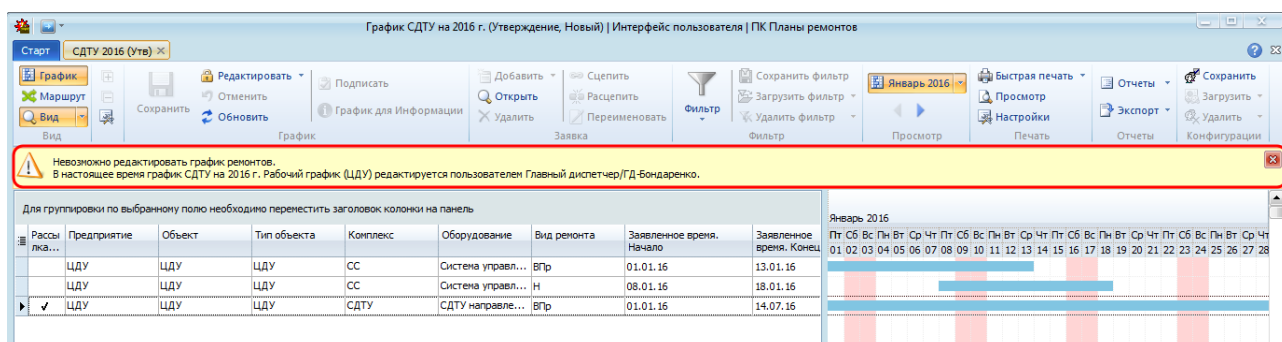

Рисунок 10.61 – Отображение информации о невозможности редактирования графика
- если график редактируется в однопользовательском режиме, то другие пользователи не могут редактировать график (Рисунок 10.61);